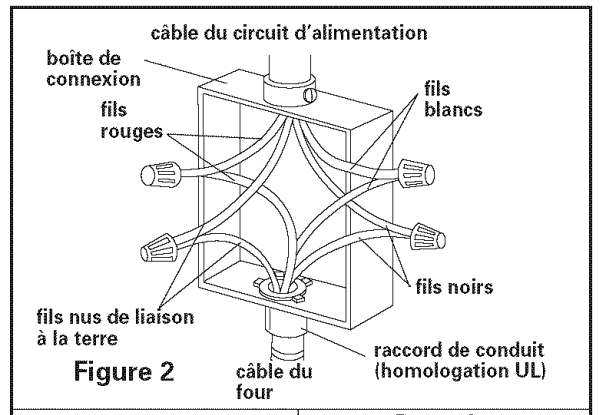

Figure 2
8. Connecter le fil blanc du câble de l'appareil au fil neutre (blanc) dans la boîte de connexion. Voir Figure 2.
9. Connecter le fil nu de liaison à la terre du câble de l'appareil à un fil relié à la terre dans la boîte de connexion. Voir Figure 2.
9. Connecter le fil nu de liaison à la terre de l'appareil au fil vert de liaison à la terre dans la boîte de connexion. **Ne pas connecter le fil nu de liaison à la terre au fil neutre (blanc) dans la boîte de connexion.** Voir Figure 2.